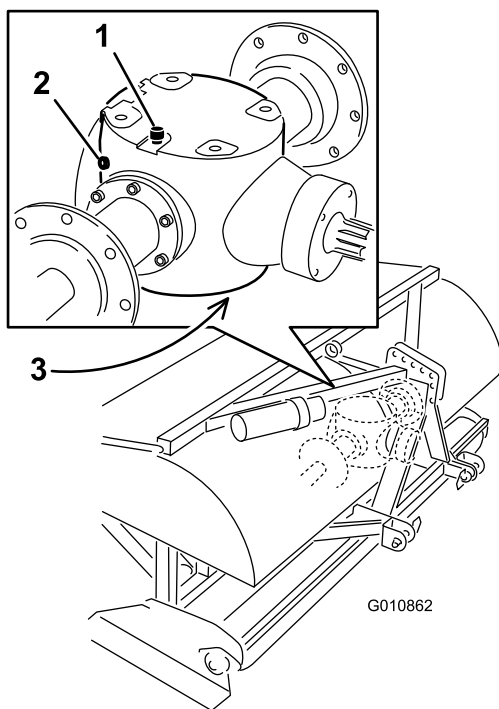

Figura 47
2. Remova o tampão de verificação da caixa de velocidades (Figura 47).
3. Certifique-se de que o nível se situa pela base do orifício do bujão na caixa de velocidades (Figura 47).
1. Elimine os detritos do tampão de ventilação/enchimento e verifique o tampão de escoamento para evitar contaminação (Figura 47).